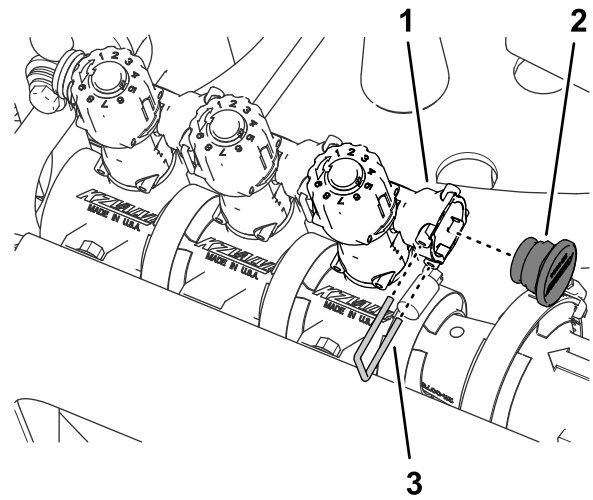

Bild 65
8. Setzen Sie den Stöpsel in die Schnellanschlussbuchse des Sicherheitsventils (Bild 65).
9. Befestigen Sie den Stöpsel mit dem Halter, den Sie in Schritt 3 entfernt haben, an der Schnellanschlussbuchse (Bild 65).